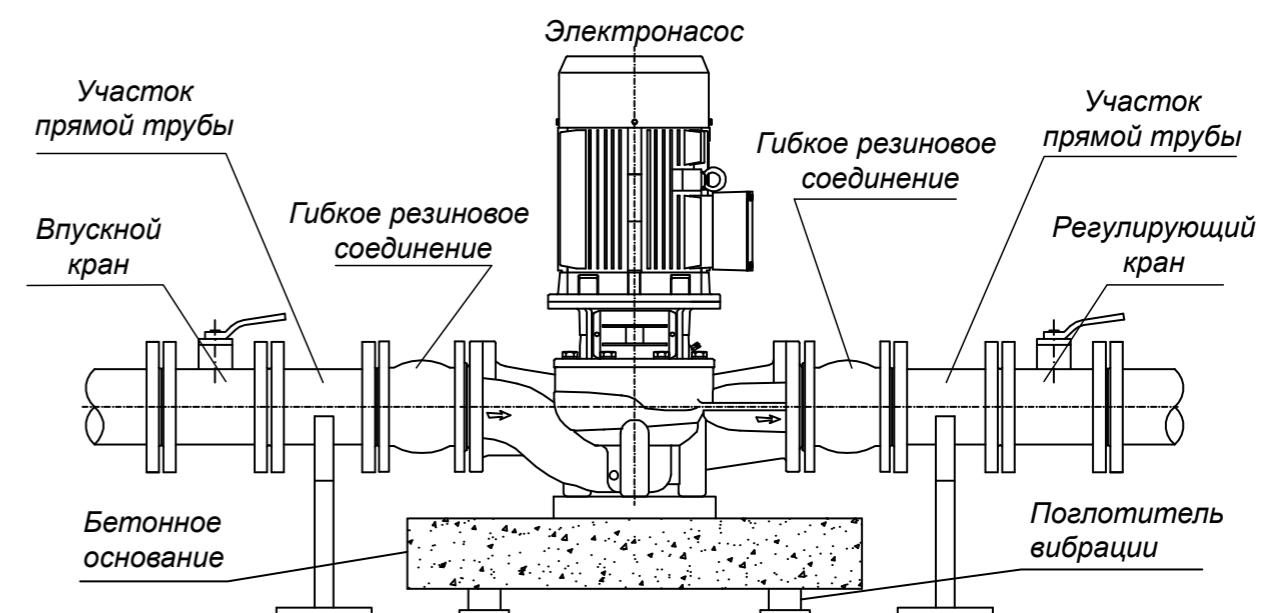

Рис. 6
- Если мощность двигателя превышает 2,2 кВт, установите его на бетонное основание или вибробуфера, как показано на Рис. 6.